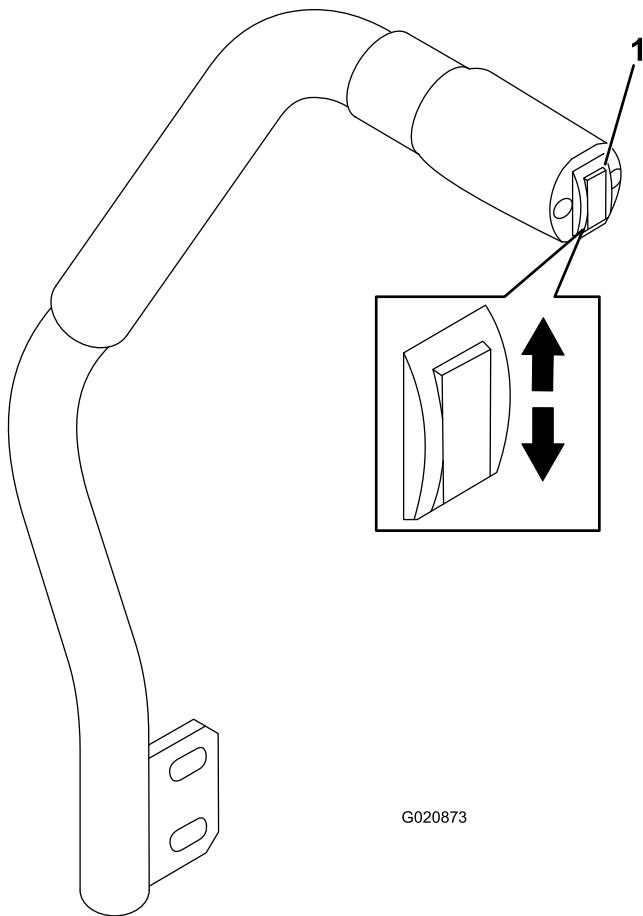

Figura 18
La palanca de elevación de la carcasa eleva y baja la carcasa de corte (Figura 18). El motor debe estar en marcha para poder utilizar esta palanca.
- Para bajar la carcasa de corte, presione hacia abajo el interruptor de elevación de la carcasa (Figura 18).
- Para elevar la carcasa, presione hacia arriba el interruptor de elevación de la carcasa (Figura 18).
1. Con el motor en marcha, presione hacia arriba el interruptor de elevación de la carcasa hasta que la carcasa de corte esté elevada del todo y **suelte el interruptor inmediatamente** (Figura 18).